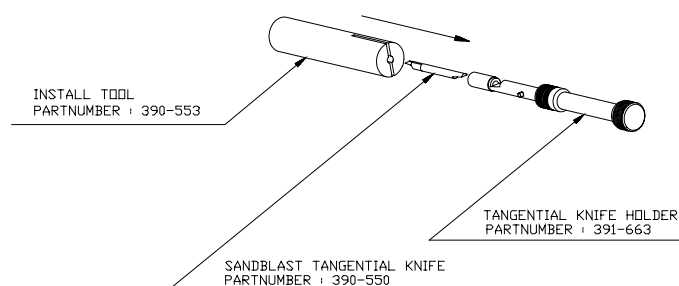

FIGURE 1-9 :
- Comme le montre la figure 1-9, introduisez la lame spécifique matériaux durs dans le porte-couteau. Veillez à ce que la lame est bien fixée dans le porte-couteau. Une lame est bien fixée lorsqu'elle ne peut être retenue manuellement. Pour enlever une lame installée, qui est devenue émoussée, pressez contre l'arrière de la lame avec le bout d'un tournevis. La lame sera éjectée du porte-couteau.